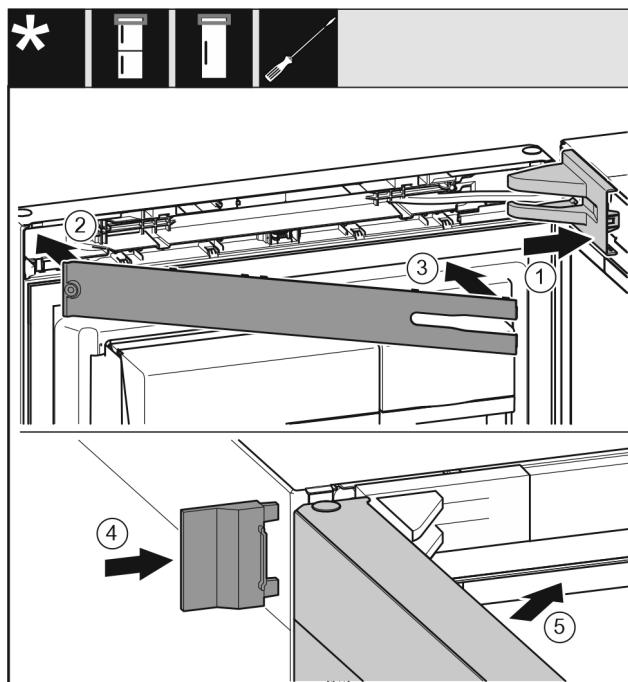

Fig. 22
- ▶ Stavite pokrov podloška ležaja i pustite ga da uskoči, po potrebi ga oprezno razdvojite. Fig. 22 (1)
- ▶ Stavite masku. Fig. 22 (2)
- ▶ Zakrenite masku i pustite da uskoči. Fig. 22 (3)
- ▶ Nataknite vanjski pokrov. Fig. 22 (4)
- ▶ Zatvorite gornja vrata. Fig. 22 (5)